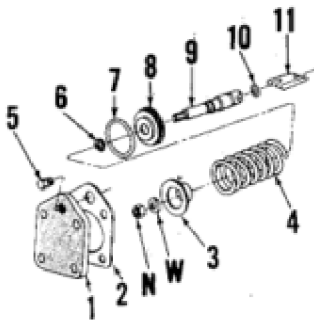

Fig. 260—Geëxplodeerde mening van Servo 1 assemblage.
Om de Servo 1 Cover en Servo 1 assembly te verwijderen, ga als volgt te werk: Terwijl de band 1 de schroef van het draaien afstelt, verwijder je de adjusting schroef locknut en platte ring. Paragrafen 257-259 Dan, langzaam terug afstellen schroef tot servo veer spanning is verlicht. LET OP: Niet terug het aanpassen van schroef verder dan nodig', want dit zal de Band 1 strut te vallen van zijn plaats waardoor demontage van de transmissie nodig. Verwijder de vier dopschroeven die Servo 1 CoVer aan de transmissie behouden en verwijder het deksel voorzichtig. Langzaam draaien verstellen schroef in, waardoor servo montage uit, Tot schroef is strak. Trek vervolgens de servo montage uit de transmissiebehuizing. Zie Fig. 258. De servo afdichting "0" ringen (7 en id 260) kan nu worden vernieuwd en de servo montage opnieuw geïnstalleerd. Hoe dan ook, als de inspectie van de eenheid blijkt excessive slijtage of andere defecten, ga als volgt te werk te demonteren en revisie van de servo: OPMERKING: Op vroege productie-eenheden, Servo 1 zuiger staaft pilot diameter was 0,730- 0,734, en zuiger buitenste diameter was 1.993- 1.997. Als deze vroege delen worden encountered, servo-operatie kan worden im- bewezen door "vernieuwen van zowel de staaft en zuiger; service en late productie zuiger staaft pilot diameter is 0,734-0,736, en zuiger buitenste diameter is 1.981-1.985. De grotere staaft pilot diameter en de kleinere zuiger diameter verminderen de mogelijkheid van zuiger afhankelijkheid en wedging in boring van trans missie huisvesting. 259. Om de servo uit elkaar te halen, plaatst u de montage in een pers met behulp van mouw en staplaat zoals afgebeeld in fig. 261. Comprimeer de servoveer en verwijder de moer (N-Fig. 260) en wasmachine (W) uit zuigerstang (9). Laat langzaam de veerspanning los, verwijder de eenheid van de pers en verwijder de houder (3) en de veer (4). Verwijder zuiger behoud snap ring (6), dan duwen of druk zuiger stang van zuiger. Om de procedure weer in elkaar te zetten, omkeren. Bij het opnieuw installeren van zuiger, zeker. scherpe rand van snap ring